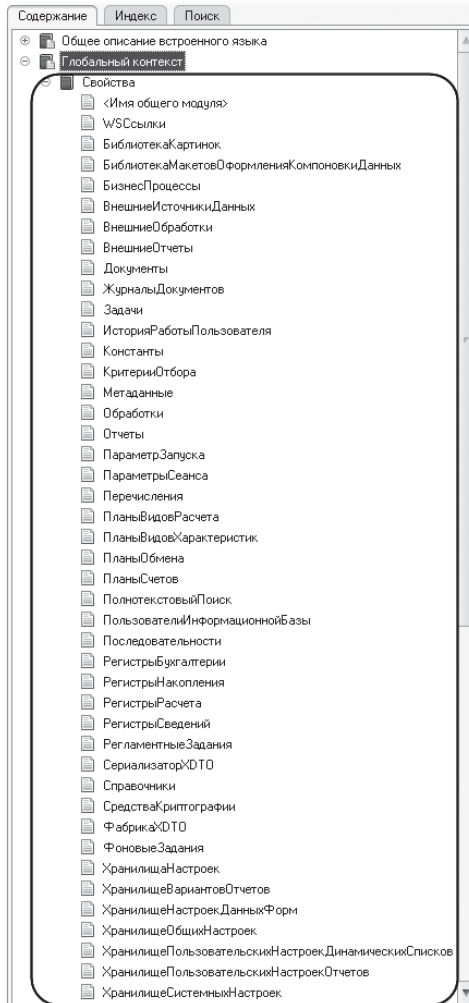

Рис. 5.24. Список свойств глобального контекста в синтакс-помощнике
- Есть ли свойство глобального контекста `СтрокаТабличнойЧасти`? Откроем в синтакс-помощнике свойства глобального контекста (рис. 5.24).